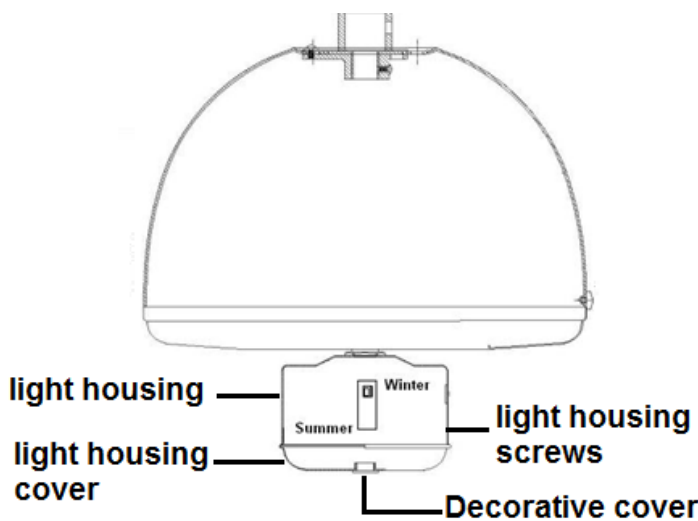

Fig. 8
1. Neem de lichtbehuizingskap van de lichtbehuizing af, door de lichtbehuizingschroeven los te draaien (fig.8).